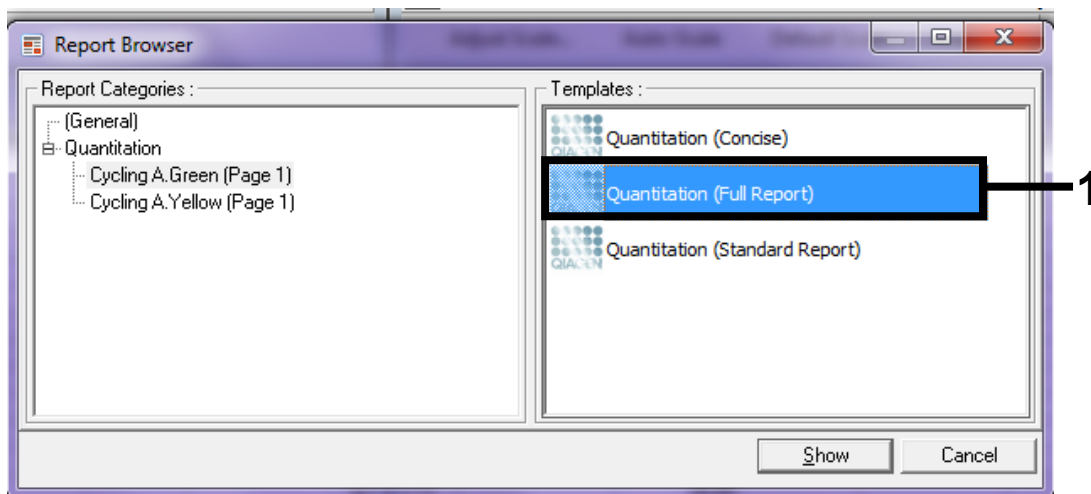

Figure 38. Rapport de quantification (rapport complet) (1).
10. Sélectionner « Quantitation (Full Report) » (quantification, rapport complet) sous « Templates » (modèles) (figure 38).